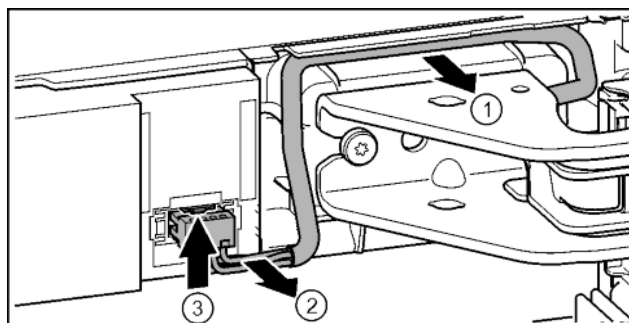

Fig. 20
► Осторожно освободить кабель над опорным кронштейном из направляющей. Fig. 20 (1)
► Аккуратно вытянуть жилы кабеля из канала. Fig. 20 (2)
► Прижать соединительную накладку вверх и осторожно вынуть штекер. Fig. 20 (3)